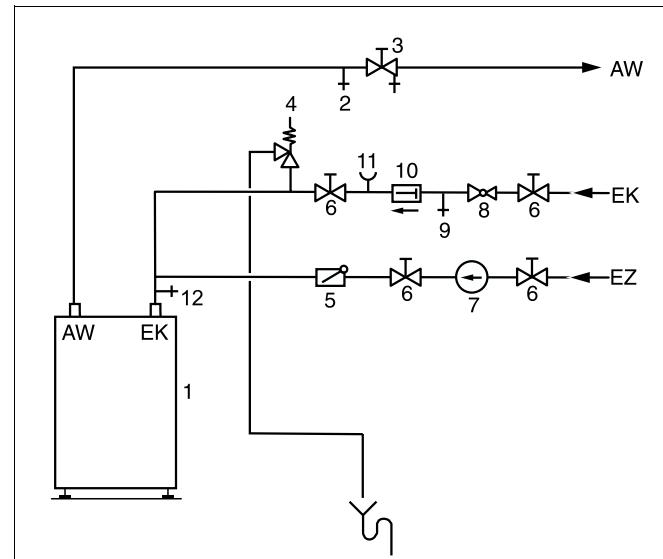

Рис. 2 Монтаж (принципиальная схема)
- Вентиль для продувки и спуска воздуха (рис. 2, поз. 2) должен быть установлен на трубопроводе горячей воды перед запорным вентилем (рис. 2, поз. 3).
- На предохранительном клапане (рис. 2, поз. 4) должна быть установлена табличка со следующей надписью: "Не перекрывать продувочную линию. Во время отопления в целях безопасности может вытекать вода."
- Из оставшихся неперекрытыми водопроводных труб слить воду через сливной вентиль (рис. 2, поз. 12).